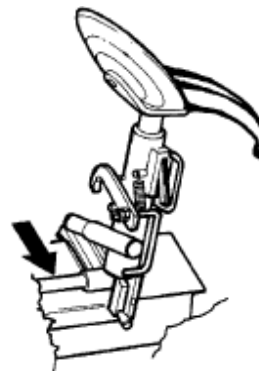

Рис.56
4. Прочищайте и смазывайте направляющую монтажного рычага ежемесячно (Рис.56).